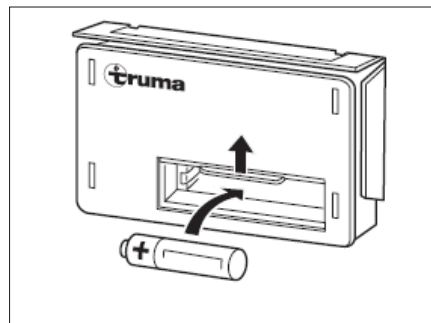

Fig. 106 Cambio de batería
- Empujar la tapa del compartimento de la batería en el dispositivo automático de encendido (Fig. 106) hacia arriba.
- Meter una batería nueva del mismo tipo con la polarización correcta (+/-) en el compartimiento de la batería del dispositivo automático de encendido (Fig. 106). Utilizar únicamente baterías AA resistentes a la temperatura (+70 °C) y a prueba de fugas.